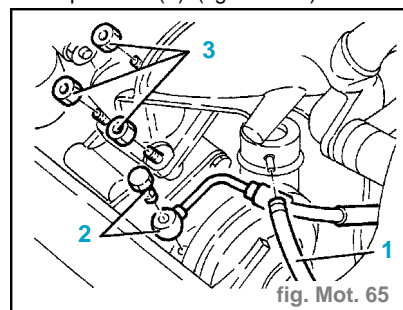

fig. Mot. 65
- Déposer au niveau de l'actuateur de la soupape Waste-Gate le tuyau de prise à dépression (1). (fig. Mot. 65)